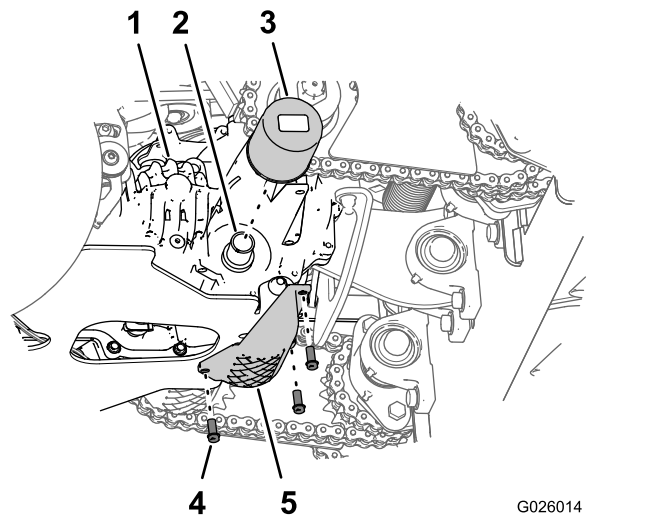

Figure 68
- Nettoyez la surface autour du filtre de transmission (Figure 68).
- Tournez le filtre dans le sens antihoraire et déposez-le (Figure 68).
- Posez le filtre en le tournant dans le sens horaire sur l'adaptateur jusqu'à ce que le joint rejoigne la base de l'adaptateur, puis serrez encore le filtre de  $\frac{3}{4}$  à 1 tour (Figure 68).
- Montez la protection du filtre au moyen des 3 boulons à embase ( $\frac{1}{4} \times \frac{3}{4}$  po) que vous avez retirés à l'opération 3 (Figure 68); serrez les boulons à un couple de 10,17 à 12,43 N·m (90 à 110 po-lb).
- Retirez les 3 boulons à embase ( $\frac{1}{4} \times \frac{3}{4}$  po) qui fixent la protection du filtre à la transmission, et déposez la protection (Figure 68).